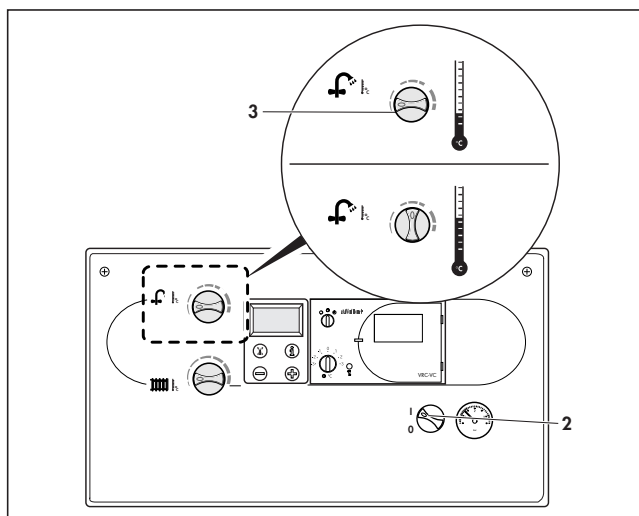

Fig. B.5
Pour un degré de dureté de l'eau supérieur à 10°dh (1,79 mol/m3), placer le bouton tournant (3) au maximum sur la position centrale (Fig. B.5).